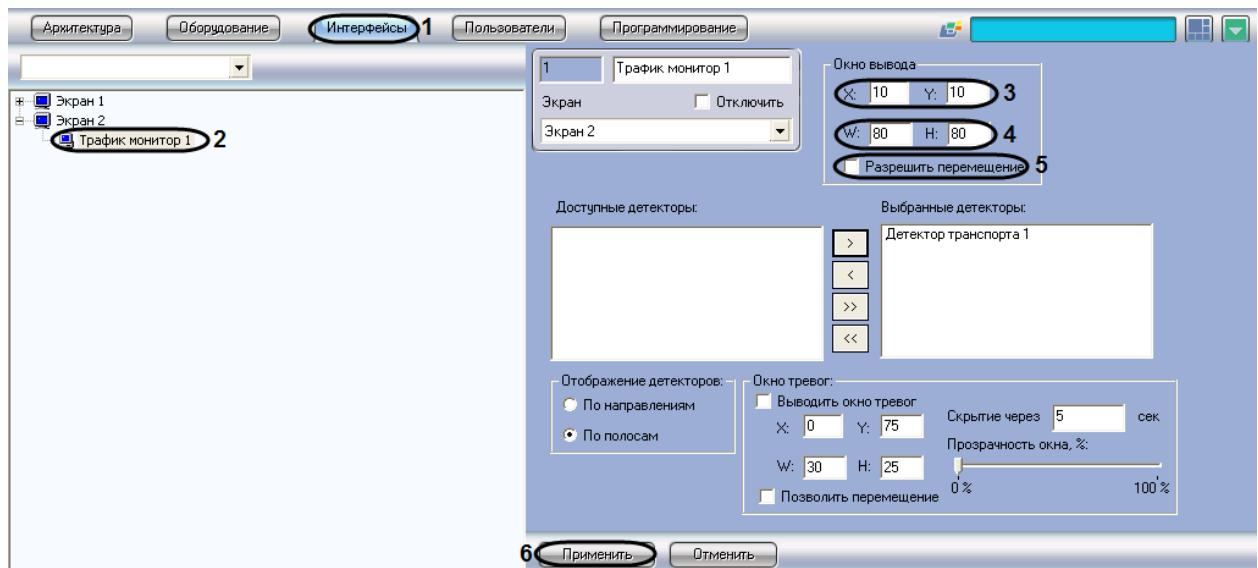

Рис. 7.8—1. Настройка размещения диалогового окна «Трафик монитор»
3. По умолчанию диалоговое окно «Трафик монитор» выводится в центральной части экрана (с координатами положения верхнего левого угла: X = 10, Y = 10). Для изменения положения на экране необходимо задать координаты его расположения в полях «X» и «Y» (см. Рис. 7.8—1, 3). Значения полей «X» и «Y» соответствуют координатам расположения левого верхнего угла диалогового окна на экране и выражаются в процентном соотношении относительно размеров экрана по горизонтали и вертикали соответственно.
4. По умолчанию диалоговое окно «Трафик монитор» занимает 64 % от общего пространства экрана (80% ширины и высоты экрана). Для изменения размера диалогового окна необходимо задать его ширину в поле «W» и высоту в поле «H» (см. Рис. 7.8—1, 4). Значение полей «W» и «H» выражаются в процентном соотношении относительно размеров экрана по горизонтали и вертикали соответственно.
5. По умолчанию диалоговое окно «Трафик монитор» нельзя свободно перемещать по экрану. В том случае, если требуется разрешить перемещение диалогового окна, необходимо активировать флажок «Разрешить перемещение» (см. Рис. 7.8—1, 5).
6. Нажать кнопку «Применить» (см. Рис. 7.8—1, 6).